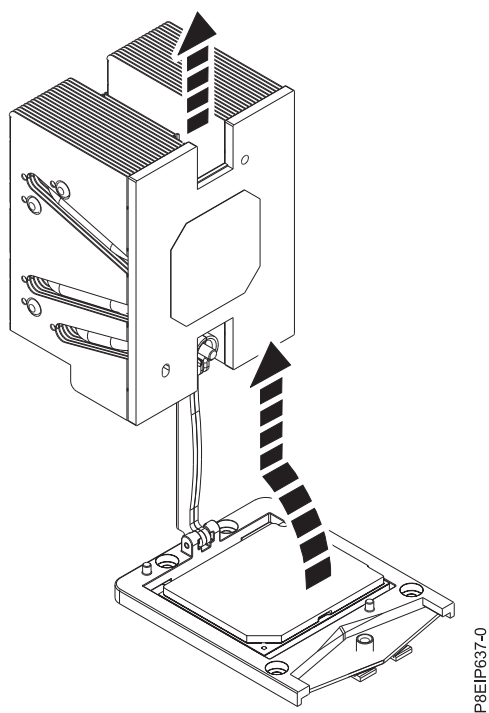

Figure 78. Retrait du dissipateur thermique du bras de chargement
5. Faites pivoter et levez le dissipateur thermique. Le bras de chargement pivote vers le haut. Faites pivoter le dissipateur thermique et ôtez-le du bras de chargement. Voir figure 78.